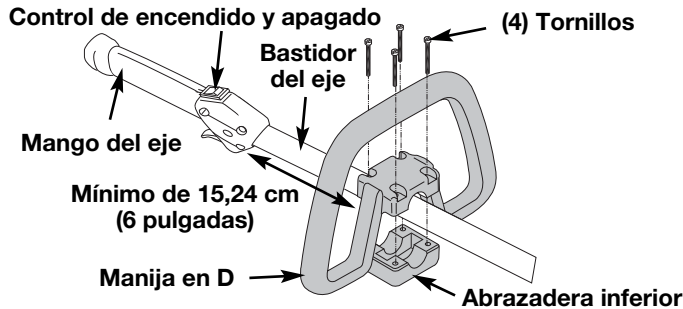

Fig. 1
2. Coloque la manija en D por encima del bastidor del eje y sobre la abrazadera inferior (Fig. 1). Colóquela a un mínimo de 15,24 cm (6 pulgadas) desde el extremo del puño del eje.
Su unidad trae una botella de aceite SAE 30 SF, SG, SH de 90 ml (3,04 onzas fluidas) (Fig. 1).
1. Desenrosque la tapa de la botella de aceite y retire el sello de papel que cubre la apertura. Vuelva a colocar la tapa. Corte la punta de la boquilla del embudo (Fig. 1).